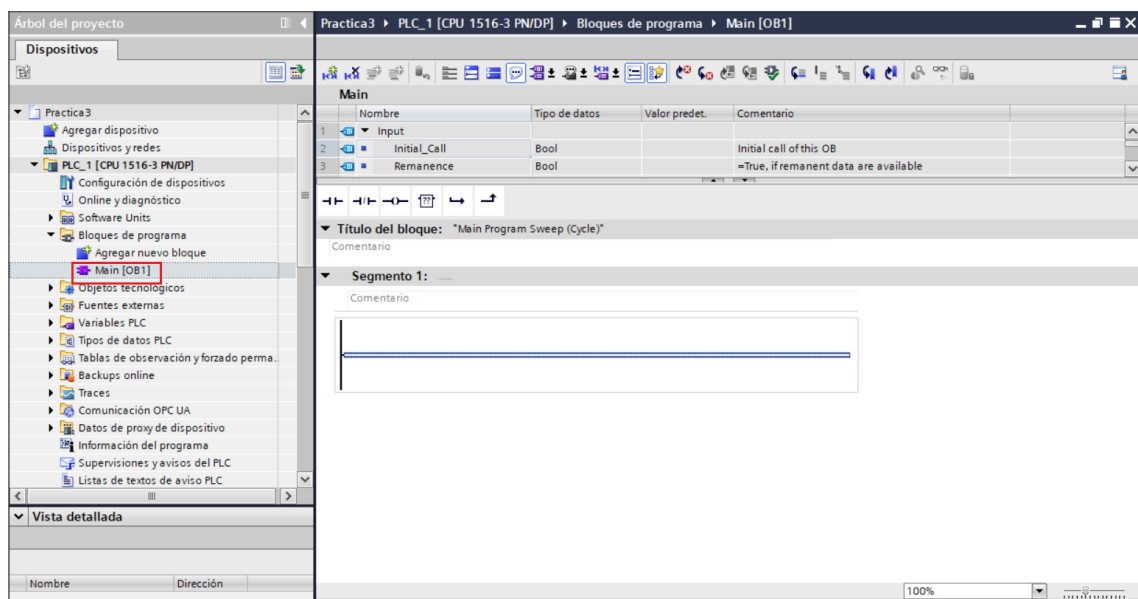

Figura 16: Ventana de bloques de programación
13) Para iniciar con la programación de la secuencia, dar clic en “PLC_1 [CPU 1516-3 PN/DP]” / “Bloques de programa” / “Main [OB1]” (ver Figura 16).